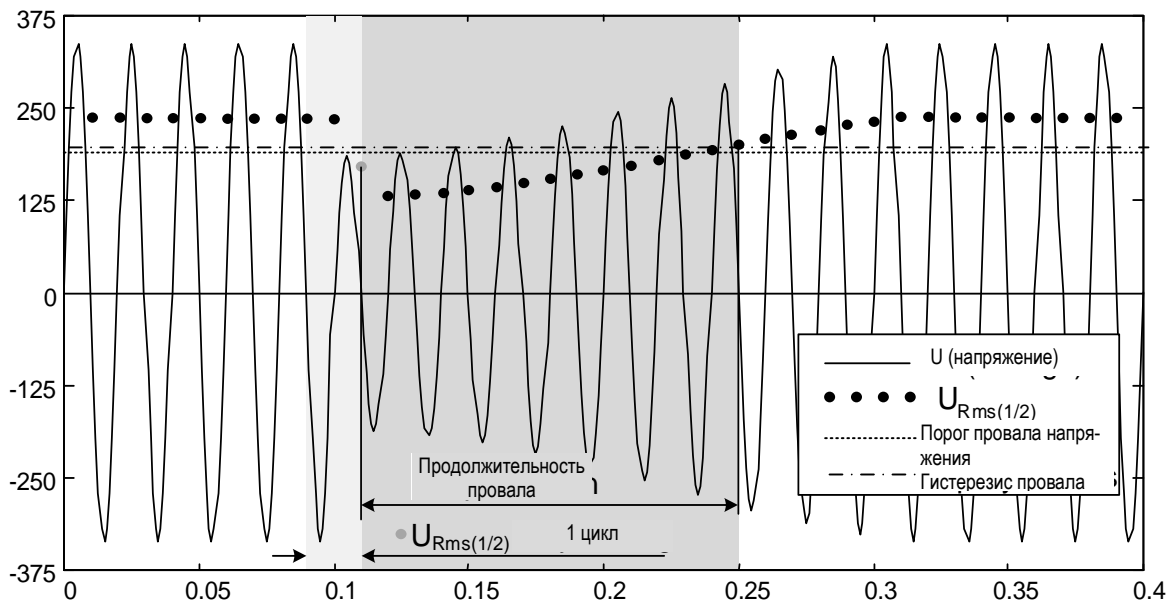

Рисунок 5.9 Измерение $U_{Rms(1/2)}$ за 1 период
- В однофазных системах (тип подключения 1W) провал напряжения начинается, когда напряжение $U_{Rms(1/2)}$ падает ниже порога провала, и заканчивается, когда напряжение $U_{Rms(1/2)}$ достигает порогового значения провала (с добавкой напряжения гистерезиса) или превышает его (см. Рисунок 5.10 и Рисунок 5.9),.
- В однофазных системах (тип подключения 1W) перенапряжение начинается, когда напряжение $U_{Rms(1/2)}$ превышает порог перенапряжения, и заканчивается, когда напряжение $U_{Rms(1/2)}$ достигает порогового значения перенапряжения (с добавкой напряжения гистерезиса) или становится ниже этого порога (см. Рисунок 5.10 и Рисунок 5.9),
- В однофазных системах (1W) прерывания напряжения начинается, когда напряжение $U_{Rms(1/2)}$ падает ниже порога прерывания напряжения, и заканчивается, когда напряжение $U_{Rms(1/2)}$ достигает порогового значения прерывания напряжения (с добавкой напряжения гистерезиса) или превышает этот порог (см. Рисунок 5.10 и Рисунок 5.9),